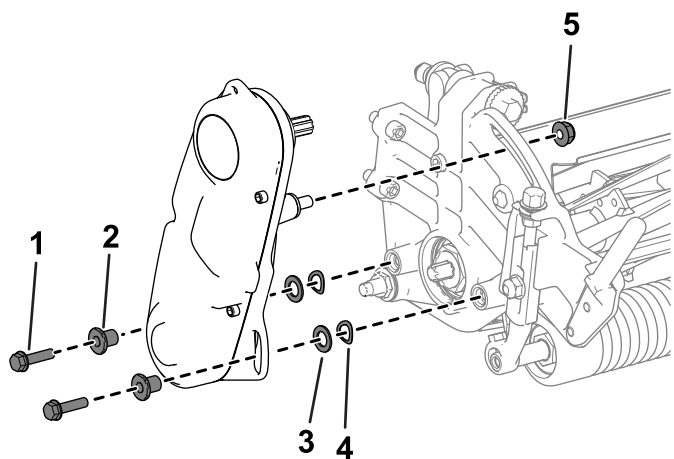

Рисунок 44
- Снимите детали крепления узла привода барабана к боковой пластине (Рисунок 44).
- Снимите привод барабана в сборе, плоские шайбы, пружинные шайбы и проставки с боковой пластины (Рисунок 44).